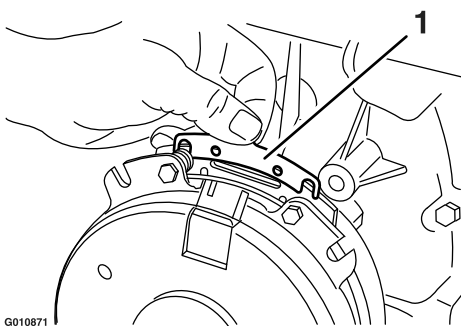

**Figura 74**
- A. Desaperte ambos os parafusos de montagem do travão meia a uma volta, como se mostra na Figura 74.